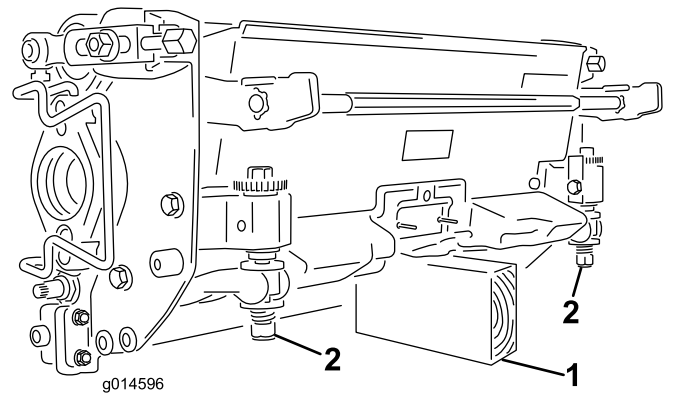

Bild 52
**Wichtig:** Wenn Sie die Schneideinheit kippen müssen, stützen Sie das Heck der Schneideinheit ab, um sicherzustellen, dass die Muttern an den Einstellschrauben des Untermesserträgers nicht auf der Arbeitsfläche aufliegen (Bild 52).